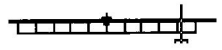
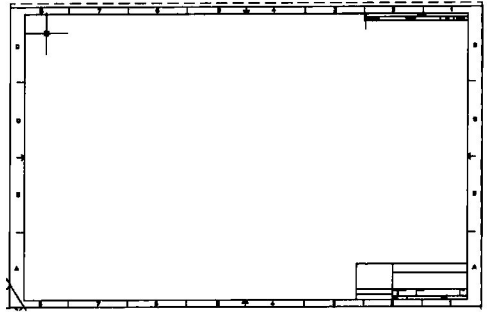

图 1-21 米制参考分度
图 1-22 对中符号和图幅分区
①方向符号, 用来确定 CAD 工程图视读方向; ②剪切符号, 用于对 CAD 工程图的裁剪定位; ③米制参考分度, 用于对图纸比例尺寸提供参考, 如图 1-21 所示; ④对中符号, 用于对 CAD 图纸的方位起到对中作用, 如图 1-22 所示。
3) 标准中要求对复杂图形的 CAD 装配图一般应设置图符分区, 其分区形式如图 1-22 所示, 图符分区主要用于对图纸上存放的图形、尺寸、结构、说明等内容起到查找准确、定位方便的作用。